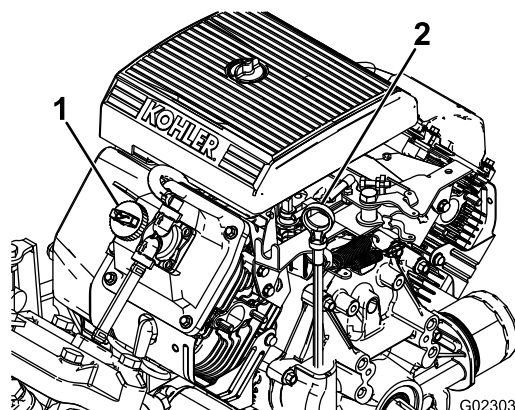

Рисунок 11
2. Выньте масломерный щуп и протрите его чистой ветошью (Рисунок 11).
4. Если уровень масла низкий, снимите крышку заливной горловины с крышки клапана (Рисунок 11) и залейте масло в отверстие до отметки FULL (Полный) на щупе; см. правильный тип и вязкость масла в . Замена масла в двигателе \(страница 53\)